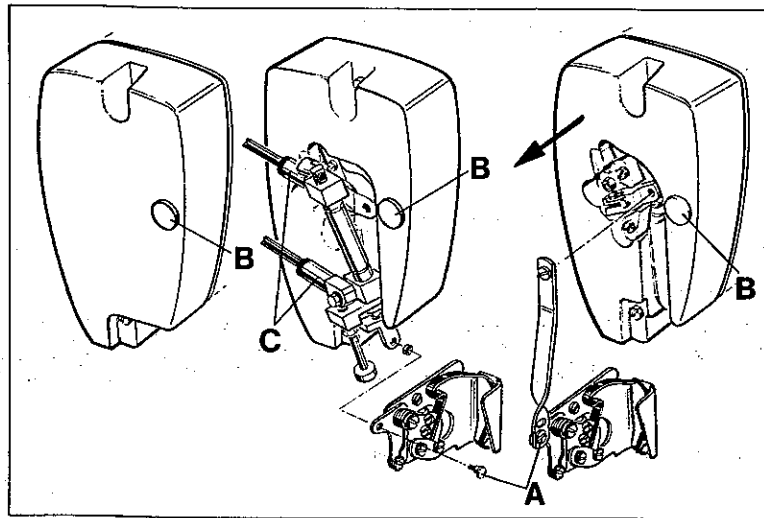
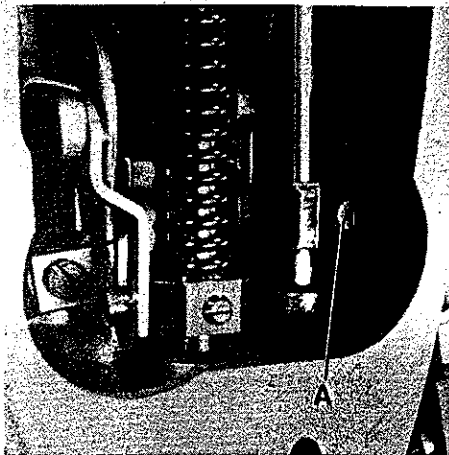
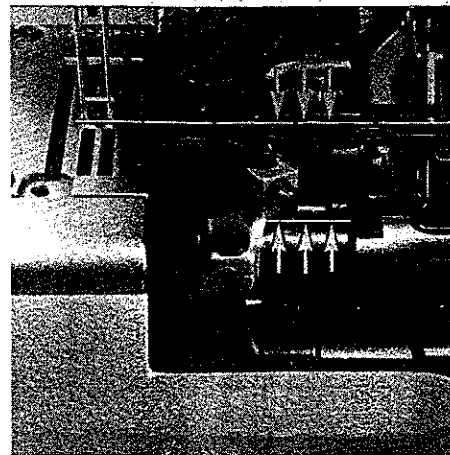
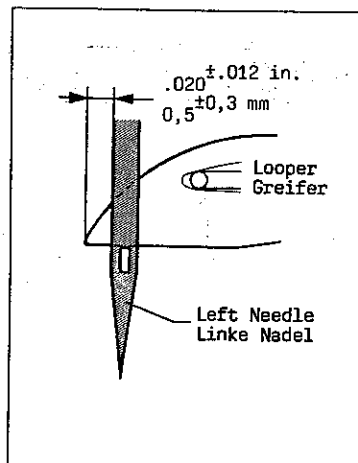

Fig.18
Fig. 19
Fig.20
Fig. 22
1. Remove the head cover*, presser foot and feed dogs. For removing the head cover on styles with thread wiper also shoulder screw (A, Fig. 18) on bell crank lever of thread wiper has to be screwed out. On styles equipped with pneumatic thread wiper additionally the PA-tubes have to be disconnected on the straight connectors (C) of the air cylinder. On styles with solenoid operated thread wiper the head cover has to be removed horizontally (in direction of the arrow) to avoid damaging of plug and receptacle.
3. Loosen screw (A, Fig. 19) and turn needle bar as required, so the needles center in the needle holes of throat plate and are parallel to the looper shaft (see Fig. 20). This can be checked by holding a ruler against the needles.
4. Retighten screw (A, Fig. 19).
* The needle bar can also be aligned and set to height without removing the head cover. For this, remove plug (B, Fig. 18) in the head cover to have access to screw (A, Fig. 19) in the needle bar connection. Remount the plug.
1. Entfernen Sie den Kopfdeckel*, Drückerfuß und Transporteure. Zum Entfernen des Kopfdeckels muß bei Maschinen mit Fadenzieher auch die Ansatzschraube (A, Fig. 18) am Winkelhebel des Fadenziehers herausgedreht werden. Bei Maschinen, die mit pneumatischem Fadenzieher ausgerüstet sind, müssen zusätzlich die PA-Schläuche an den geraden Verschraubungen (C), am Luftzylinder gelöst werden. Bei Maschinen mit magnetisch betätigtem Fadenzieher muß der Kopfdeckel horizontal (in Pfeilrichtung) abgezogen werden, damit Stecker und Steckbuchse nicht beschädigt werden.
3. Lösen Sie die Schraube (A, Fig. 19) und drehen Sie die Nadelstange so, daß die Nadeln mittig in die Stichlöcher der Stichplatte einstecken und parallel zur Greiferwelle stehen (siehe Fig. 20). Dies kann durch Anlegen eines Lineals an die Nadeln geprüft werden.
4. Ziehen Sie die Schraube (A, Fig. 19) wieder an.
* Die Nadelstange kann auch ohne Abbau des Kopfdeckels ausgerichtet und auf die Höhe eingestellt werden. Entfernen Sie dazu den Verschlussstopfen (B, Fig. 18) im Kopfdeckel, damit die Schraube (A, Fig. 19) im Nadelstangen-Mitnehmer zugänglich wird. Montieren Sie den Verschlussstopfen wieder.
The height of needle bar is correct, when the looper point at its travel from right to left is 0.5 mm (.020 in.) left of the left needle (see Fig. 22) and the top of the needle eye is flush with the underside of the looper. For adjustment loosen screw (A, Fig. 19)* and move needle bar up or down as required. Retighten screw (A).
Die Nadelstangenhöhe ist richtig eingestellt, wenn die Greiferspitze bei ihrem Weg von rechts nach links 0,5 mm links der linken Nadel steht (siehe Fig. 22) und Oberkante Nadelöhr und Unterkante Greifer in gleicher Höhe stehen. Lösen Sie für diese Einstellung die Schraube (A, Fig. 19)* und schieben Sie die Nadelstange nach Bedarf nach oben oder unten. Ziehen Sie die Schraube (A) wieder an. Beachten Sie, daß bei dieser Einstellung die Nadelstange nicht verdreht wird.